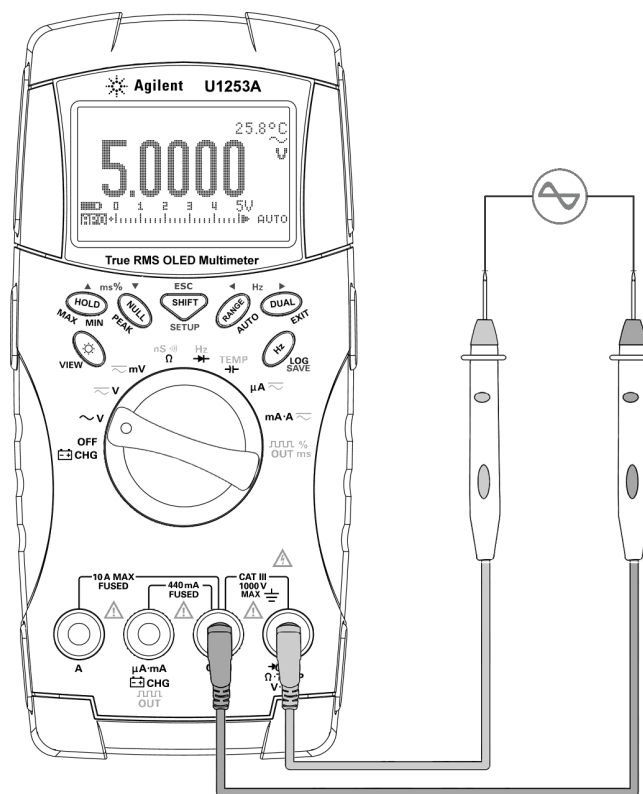

Figure 2-1 Mesure de tension alternative
- 3 Connectez les cordons de test rouge et noir respectivement aux bornes d'entrée **V.mV (rouge)** et **COM (noire)** (reportez-vous à la Figure 2-1 à la page 31).